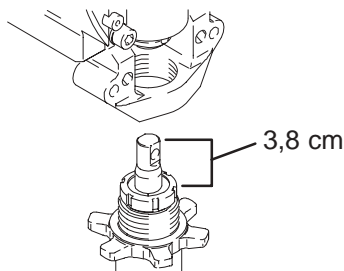

Fig. 14
1. Fig. 14. Trekk stempelstangen ut 3,8 cm. Skru inn pumpen helt til hullene i lageret kryssforbindes og stempelstangen rettes opp.